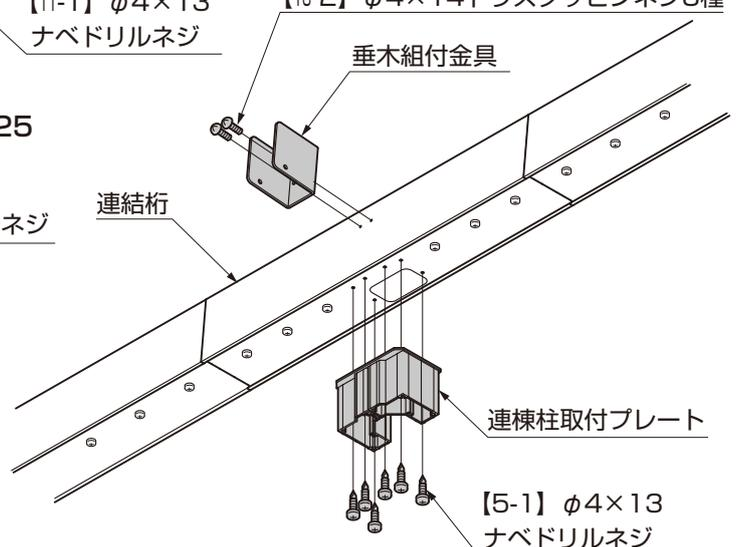

図3-27
- ④ 垂木組付金具を連結桁に【13-2】で取付けてください。(図3-27参照)
- ⑤ 連棟柱取付プレートを連結桁に【5-1】で取付けてください。(図3-27参照)